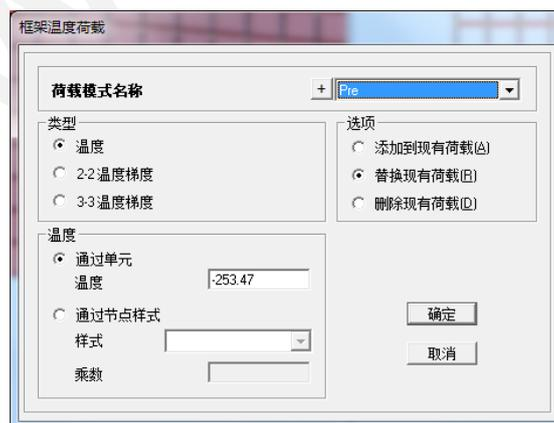

图 5-2 施加温度荷载
4. 通过组选择拉索，施加 Pre 荷载模式下的温度荷载  $-253.47^\circ\text{C}$ ，如图 5-2 所示：